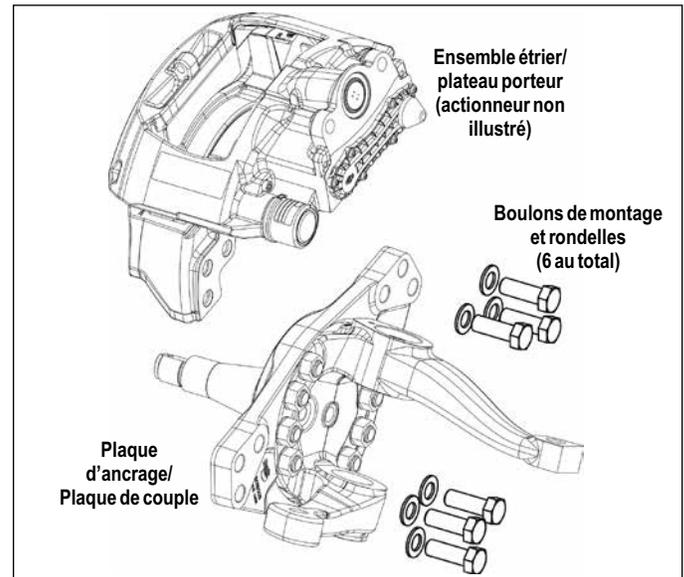

FIGURE 42 - POSE AXIALE DE L'ENSEMBLE ÉTRIER/PLATEAU PORTEUR
5.3.5 Déconnecter le ou les tuyaux d'air du récepteur de frein. Cf. Figure 42. Supporter le frein à disque pneumatique par les moyens nécessaires, enlever les six (6) boulons de montage qui fixent le frein à la plaque d'ancrage et déposer l'ensemble étrier/plateau porteur du véhicule.